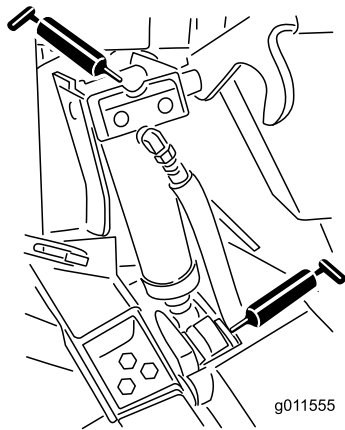

Figura 87
- 4 boccole del cilindro di sollevamento (Figura 87)